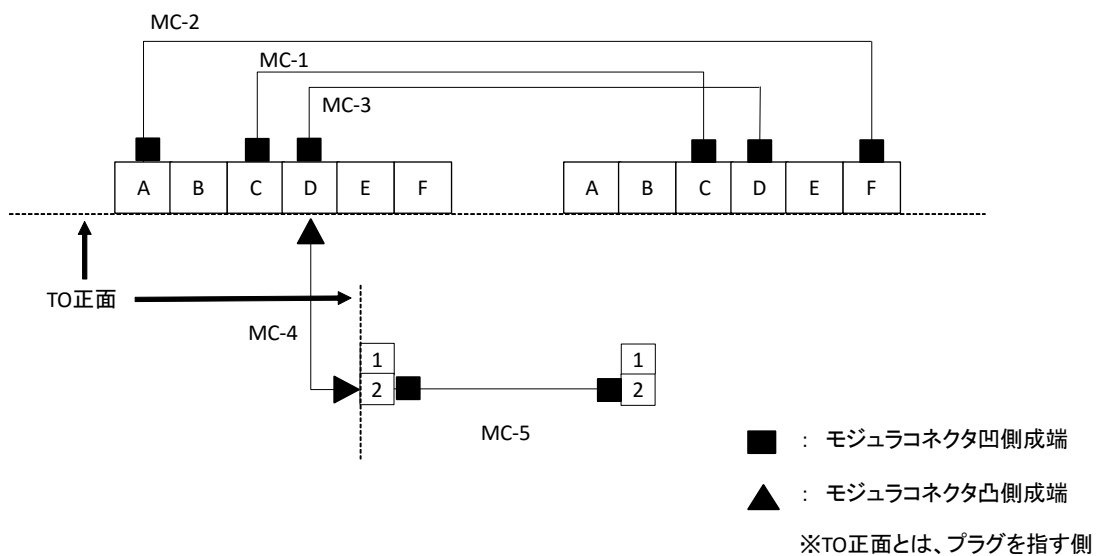

図4 配線図
- ・ 各 TO の配置・配線は図 3、図 4 に従って行う。
- ・ 図 3、図 4 に従い、モジュラジャックを配置するとともに、空きポートにブランクチップを取り付けて、TO1 及び TO2 (No.15～18) を組み立てる。